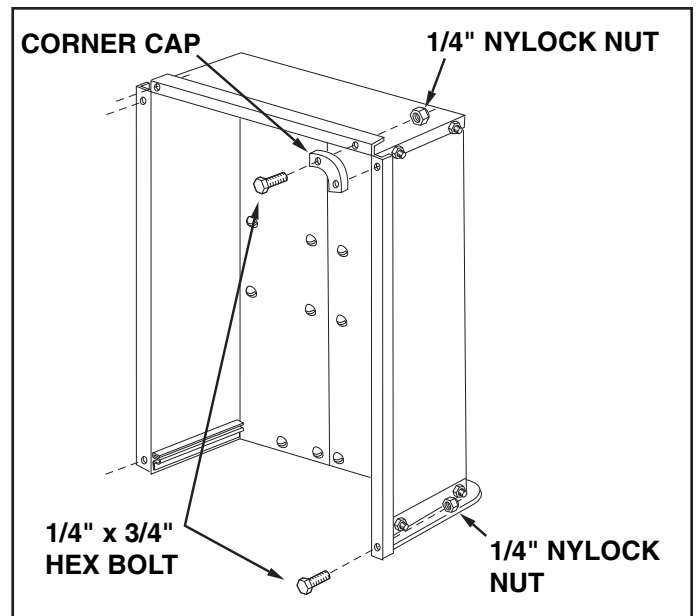

FIGURE 8
12. Assemble the two corner caps to the front corners of the cart using four $1/4" \times 3/4"$ hex bolts and $1/4"$ nylock nuts. Also assemble two $1/4" \times 3/4"$ hex bolts and $1/4"$ nylock nuts to the two rear corners of the cart. **TIGHTEN**. See figure 8.
12. Assemblez les deux barrettes en chapeau d'angle aux coins avant de la remorque en utilisant quatre boulons hex. 1/4" x 1/2" et des contre écrous hex. 1/4". Assemblez aussi deux boulons hex. 1/4" x 3/4" et les écrous hexagonaux 1/4" aux deux coins arrière de la remorque. **SERREZ**. Voir figure 8.